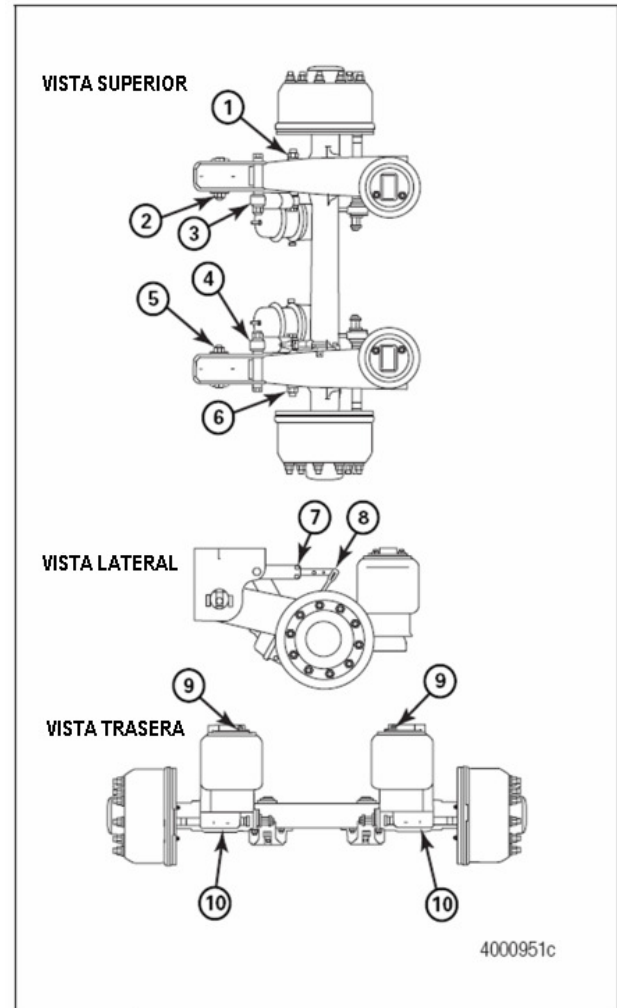

Figura 9.23
2. Inspeccione visualmente todas las tuercas y pernos para ver si hay holgura y movimiento. Figura 9.23. Ajuste los broches sueltos a los valores de torsión correctos. De allí en adelante, inspeccione los componentes de la suspensión cada vez que el remolque esté en servicio.